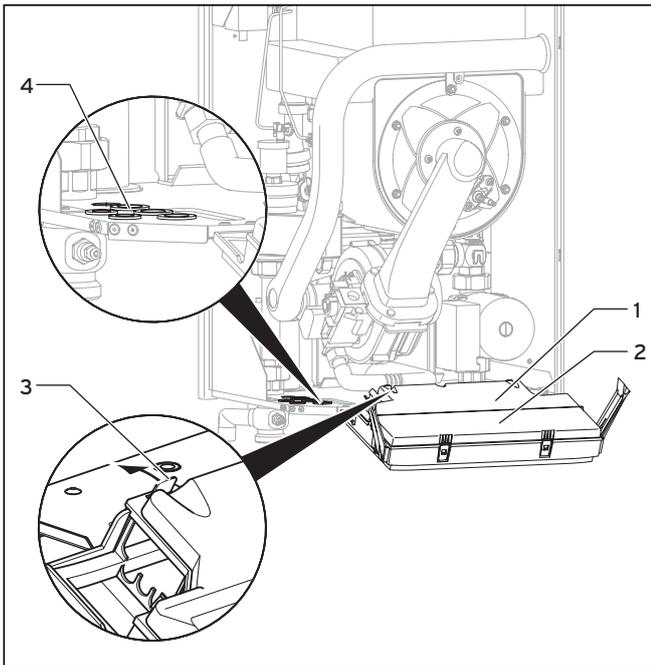
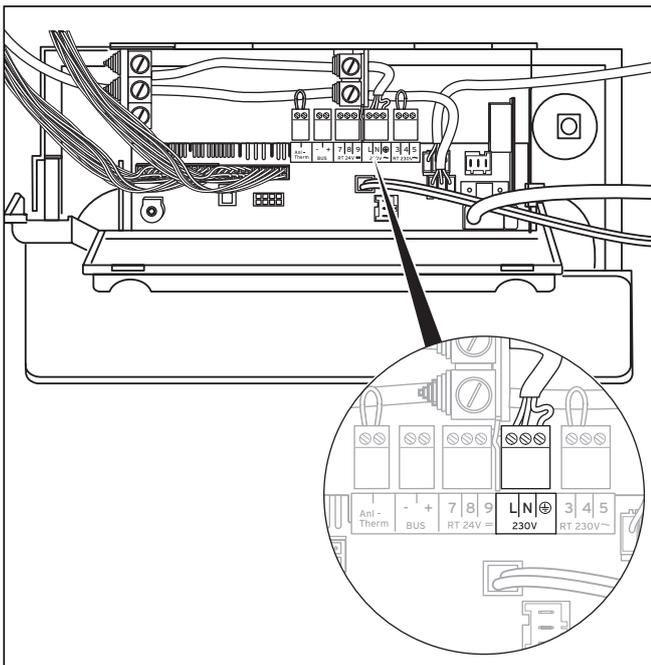

Рис. 5.14 Открыть заднюю стенку блока электроники
Рис. 5.15 Пример прокладки кабелей
- Подключите жилы к гнездам электроники (L, N и земля), см. рис. 5.15. Используйте соответствующий штекер ProE.
- Снимите переднюю стенку облицовки аппарата (см. главу 4.8) и откиньте блок электроники вперед (2) (см. рис. 5.14).
- Разожмите заднюю крышку (1) блока электроники на точках (3) и откиньте ее (см. рис. 5.14).
- Проложите соединительные провода соответствующих подключаемых компонентов через кабельные вводы (4). Оставьте имеющиеся уплотнения для герметизации камеры разрезания в других кабельных вводах.
- Подсоедините жилы согласно рис. 5.15 к соответствующим штекерам ProE либо гнездам электроники (см. схему электропроводки аппарата в гл. 5.9.7).